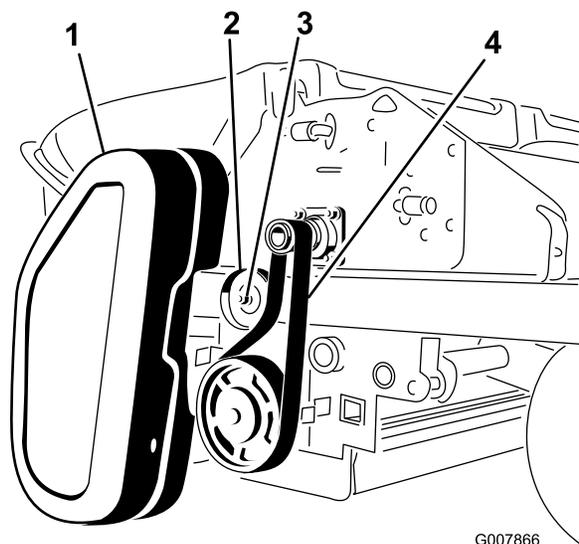

図 57
1. ベルト・カバー (図 57) を取り外す。
2. アイドラ・プーリのナットをゆるめる (図 57)。
3. チョッパーのシャフトとブラシのプーリから、ベルトを外す (図 57)。